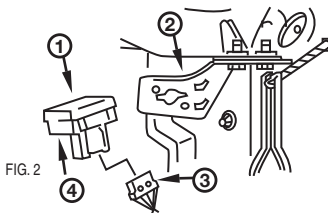

FIG. 2
2. Connect the switch harness to the new switch (see Figure 2).
4. Insert the switch into the bracket and turn it 30° clockwise, to lock it into place. (Figure 2)
2. Brancher le faisceau de câblage de l'interrupteur au nouvel interrupteur (voir la figure 2).
4. Insérer l'interrupteur dans le support et le tourner sur 30° en sens horaire afin de le bloquer solidement en place (voir la figure 2).